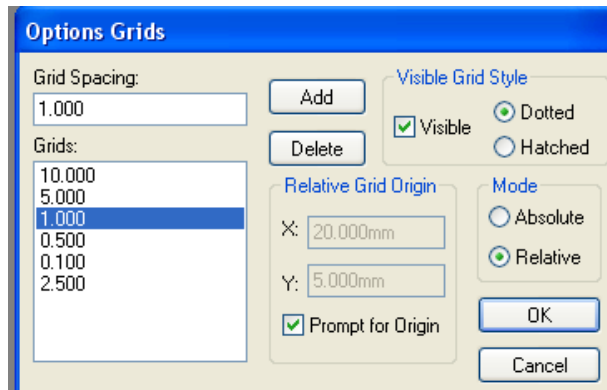

Рисунок 2.16 – Изменения в настройках сеток
2. Активизируйте команду **Options|Grids** (Параметры|Сетки) и в окне Options Grids (Параметры сеток) в группе Mode (Режим) переключить с абсолютной сетки на относительную (Relative). Также установите флажок Prompt for Origin (Указать начало координат) (рис. 2.16).